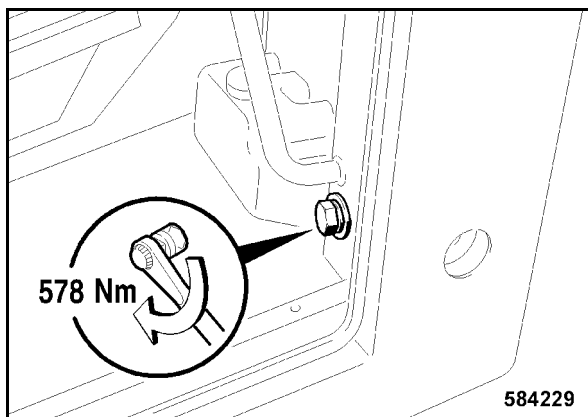

Bild 176
- Kiristä sisäänmenopuolen alempi kiinnitysruuvi (Bild 176) 578 Nm:llä tiukkaan.